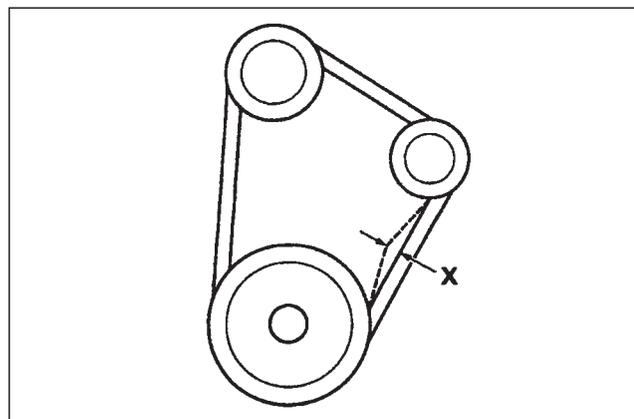

FIG. 158
**FIG. 158 :** Une tension correcte de la courroie du ventilateur contribue à assurer une bonne circulation du liquide de refroidissement dans le bloc-cylindres et le radiateur. La tension de la courroie est bonne quand le fléchissement de la courroie est d'environ 14 mm lorsqu'une pression est exercée avec le pouce (10 kgf) au milieu de la courroie.